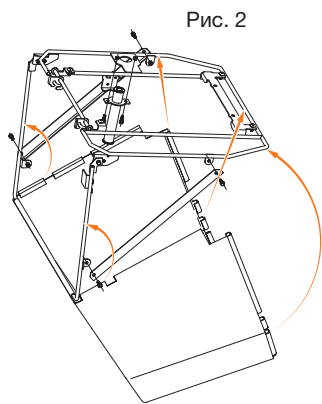

Рис. 4
- Произведите сборку каркаса травосборника, соблюдая порядок установки (Рис. 4).